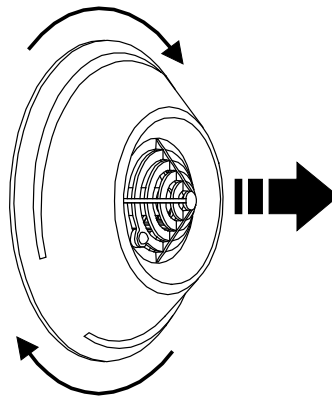

Fig. 2. Openen van de detector behuizing.
1. Open de behuizing van de detector (Fig. 2).